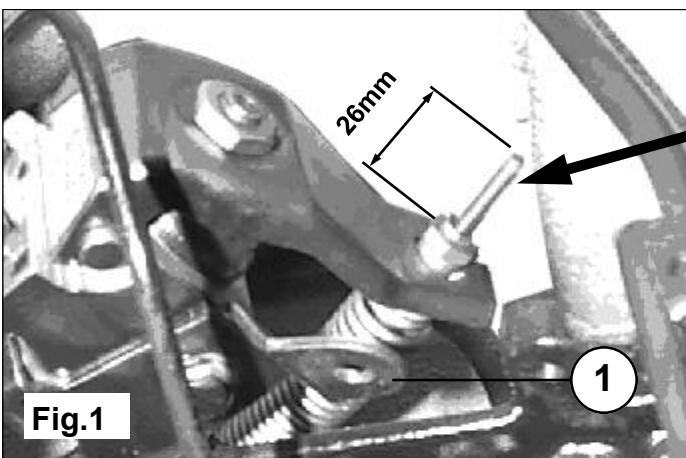

Fig.1
2. For cars with adjustment by a nut: adjust till **X=26mm**. See fig. 1.
2. Pour les voitures équipées d'un système de réglage au moyen d'un crou: réglez de façon telle que **X=26 mm**. Cf. fig.1.
2. En caso de coches con ajuste por tuerca: ajuste **X = 26 mm**. Véase fig. 1.